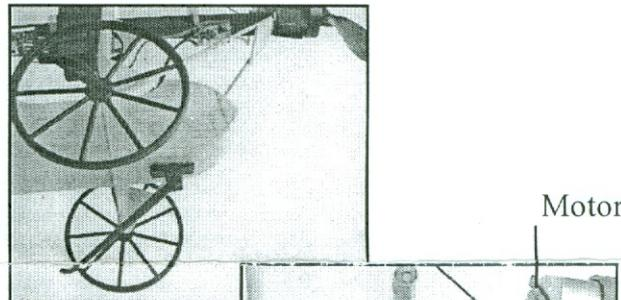

Abbildung 3
2. Fixieren Sie den Schalter mit Sekundenkleber im vorgebohrten Loch (siehe Abbildung 3).